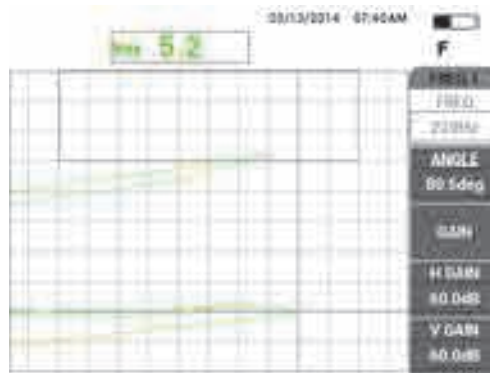

Рис. 5-24 Сигнал при установке ПЭП на треснувшем креплении
- Результирующий сигнал показан на Рис. 5-24 на стр. 144.